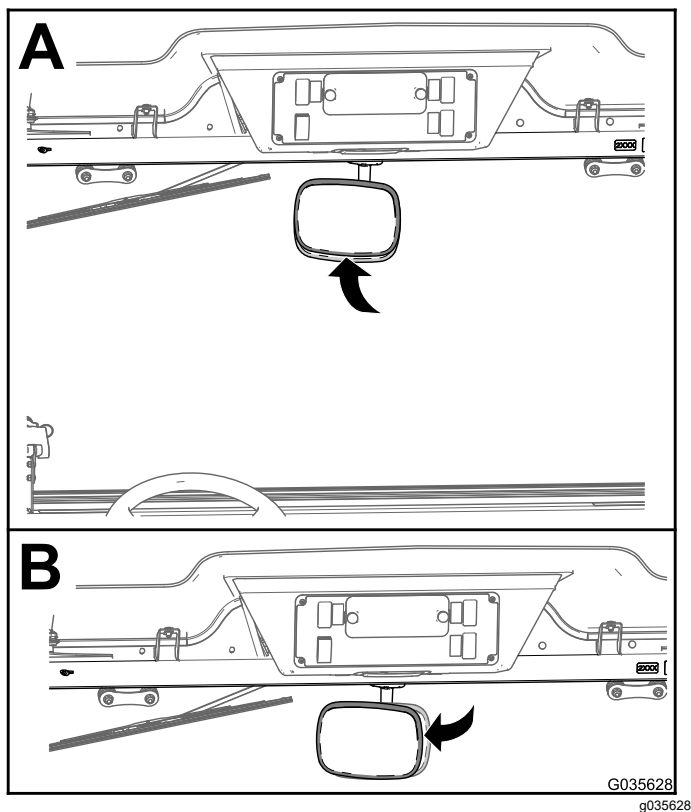

Figura 8
1. Usate 2 mani per ruotare lo specchietto in su o in giù sul suo supporto sferico (A di Figura 7 o Figura 8).
2. Usate 2 mani per ruotare lo specchietto a sinistra o a destra sul suo supporto sferico (B di Figura 7 o Figura 8).